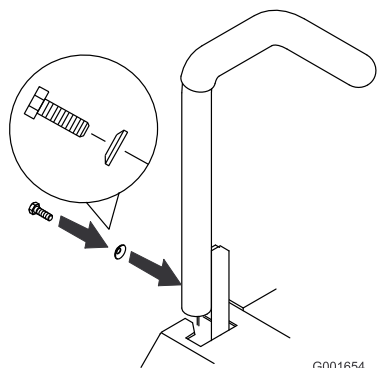

Figura 47
3. Instale los pernos y las arandelas curvas de las palancas (Figura 47).